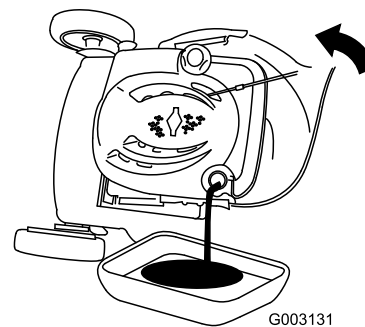

Figure 36
3. Inclinez la tondeuse sur le côté (filtre à air vers le haut) pour vidanger l'huile usagée par le goulot de remplissage (Figure 36).